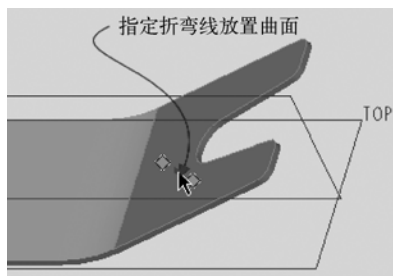

图 5-64 指定折弯线放置曲面
- (1) 单击  (折弯) 按钮, 打开“折弯”选项卡。
- (2) 在“折弯”选项卡中单击  (折弯线另一侧的材料) 按钮, 并单击  (滚动折弯, 即折弯至曲面的端部) 按钮。
- (3) 指定折弯线放置曲面, 如图 5-64 所示。